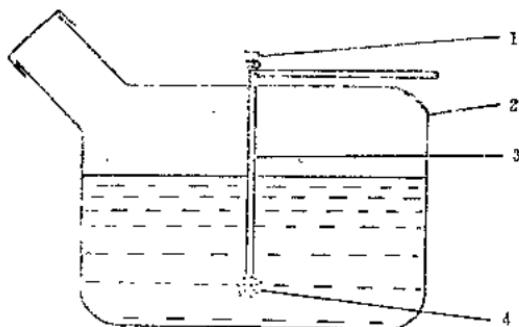

图1—3 汽油箱的故障
- (1) 汽油箱出油开关关闭、堵塞或油箱贮油不足；
- (2) 油箱破裂、油管接头松动漏气或油管堵塞(图1—3)；